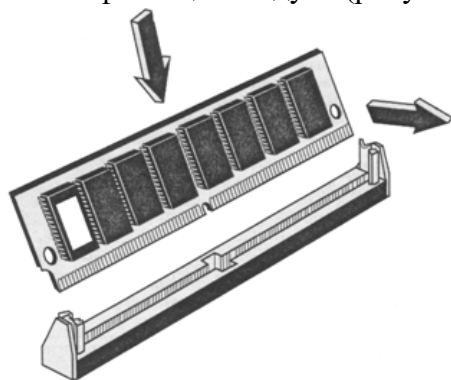

Рисунок 3.7
- Надавлив на края модуля, установите его вертикально (рисунок 3.7). При этом срабатывает механизм фиксации модуля (рисунок 3.8).